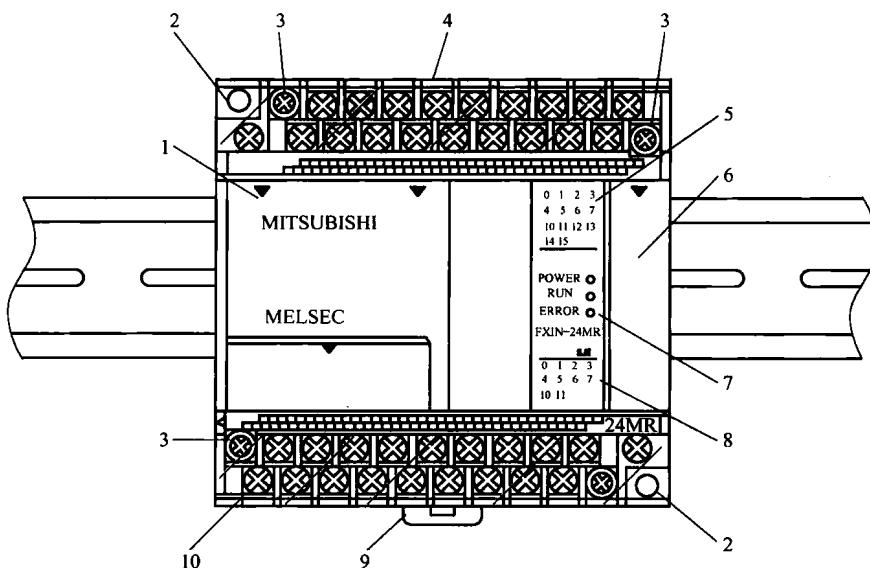
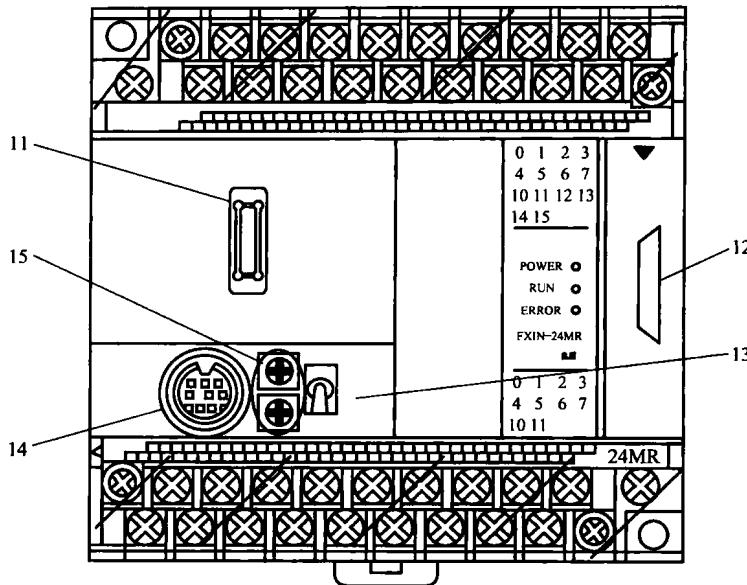

图1-2 FX1N-24MR PLC外形
图 1-3 FX1N-24MR PLC 盖板打开图
三菱FX系列PLC，共有FX0S、FX1S、FX0N、FX1N、FX2N（FX2NC）等几大系列，FX0S和FX1S属经济型PLC，能完成一般控制任务，但使用功能受限，如I/O接口不能扩展，功能指令的条数较少等，而FX0N~FX2N PLC，则允许连接I/O扩展模块，功能指令也比较全面。三菱FX1N-24MR PLC外形和盖板打开图如图1-2和图1-3所示。
1) PLC 的型号含义：如图 1-2 中的 PLC 的型号为 FX1N-24MR，其中 FX1N 为系列总称，24MR 则为 I/O 点数和输出类型。图中 PLC 的 I/O 合计点数为 24 点。输入点数为 14 个，可输入 14 路开关量信号（其中 X0、X1 可输入高速计数脉冲信号）；输出点数为 10 个，可输出 10 路继电器触点形式的开关量信号。我们常说的多少点的 PLC，一般是指该 PLC I/O 的合计点数，即 PLC 能处理多少路输入信号和输出多少路控制信号的能力（规格）。MR 的意思：M 意为基本单元，R 指输出类型，意为继电器输出（参见图 1-10 中的图 a）。若 PLC 标注为 FX1N-24MT，则意为 I/O 点数为 24 点、晶体管输出电路形式的 PLC（参见图 1-10 中的图 b）。